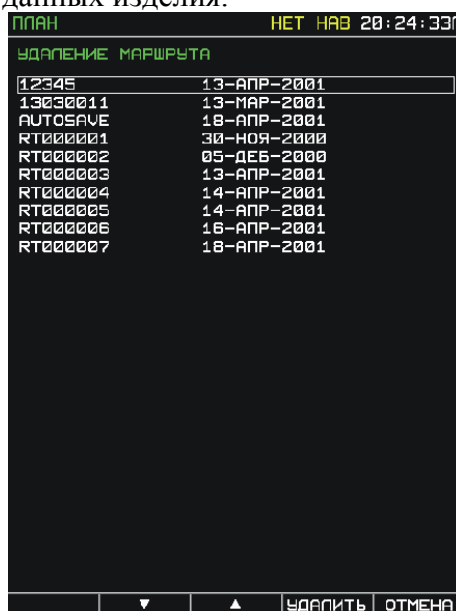

Рис. 121. Выбор плана полета для удаления
2. Нажать кнопку ВЫБРАТЬ, затем кнопками  $\nabla$ ,  $\Delta$  или ручкой манипулятора курсора активным маркером выбрать удаляемый маршрут и нажать кнопку УДАЛИТЬ (Рис. 121). В случае, если отпала необходимость в удалении маршрута, не нажимая на кнопку УДАЛИТЬ, нажать кнопку ОТМЕНА.